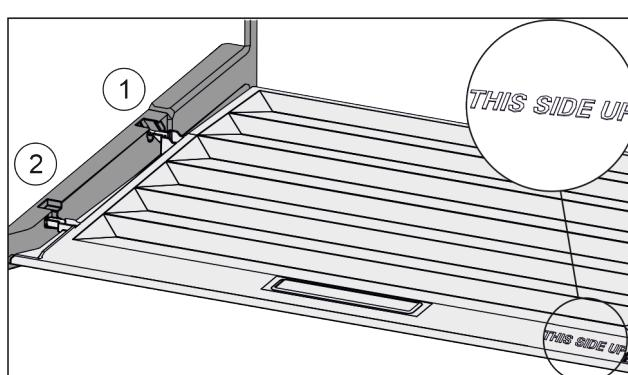

Fig. 47
► Вставить поперечные ребра крышки через отверстие заднего держателя Fig. 47 (1) и защелкнуть спереди в держателе Fig. 47 (2).